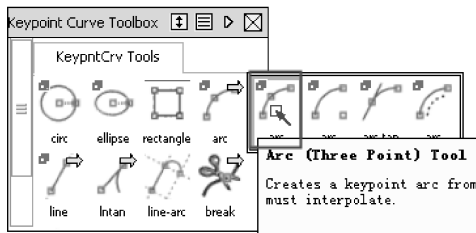

图 4-87 选择【Arc (two point)】工具
- 11 在【Palette】（工具箱）的【Curves】工具标签下，单击【Keypoint Curve Toolbox】图标。在打开的关键点曲线工具箱中按住【Arc (three point)】工具，选择【Arc (two point)】工具，如图 4-87 所示。